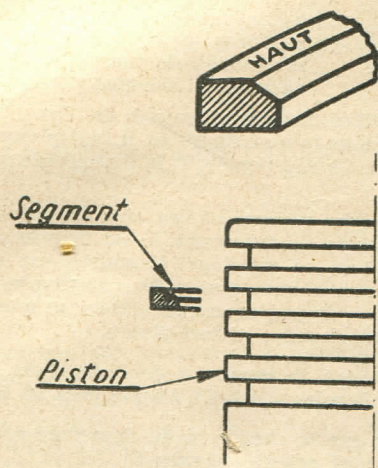

Fig. 6
- S'assurer que le chanfrein du deuxième segment est convenablement orienté (figure 6).